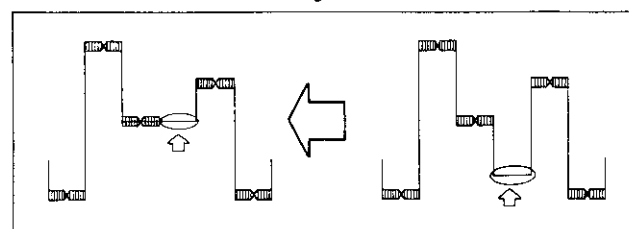

Fig. 5-5
7. Raccorder la sonde de l'oscilloscope sur la broche C102 ⑪ et ajuster T05 pour obtenir la forme d'onde indiquée sur la figure 5-5.